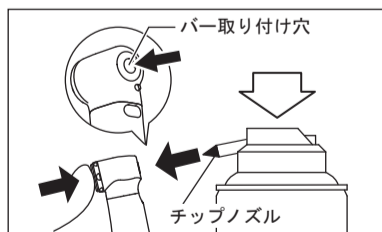

図12
- 2) プッシュボタンを軽く押しながらバーの取り付け穴へ直接スプレー注油を行います(図12)。